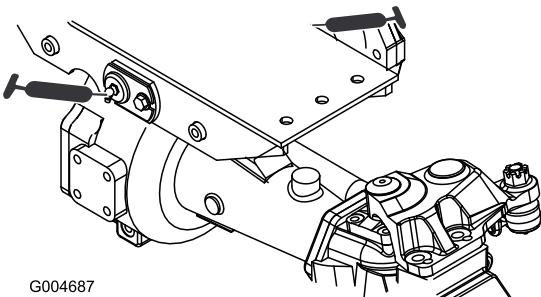

Figure 39
- Bagues de pivot d'essieu avant et arrière (2) (Figure 39)